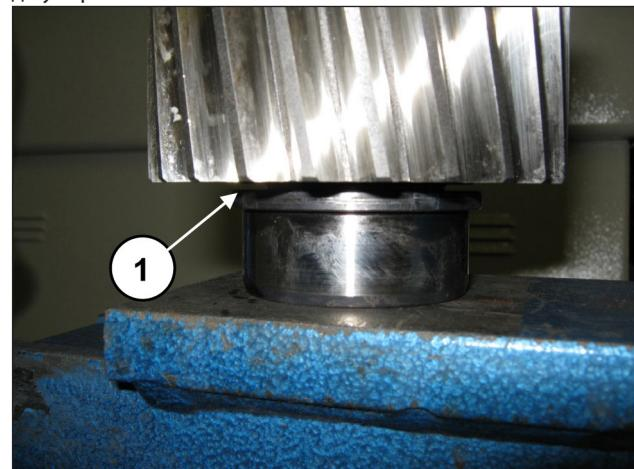

Рис. 82
Предварительно установите на шестерню внутреннее кольцо подшипника 40x90x23 (поз. ①, Рис. 82), вставив его до упора.